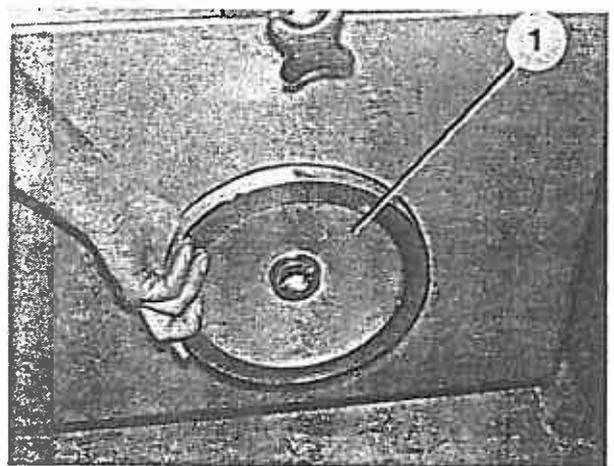

Bild 69
3. Durch Vorziehen und Drehen des Handrads (Bild 69/1) in Pfeilrichtung kann die Maschine von Hand durchgedreht werden.